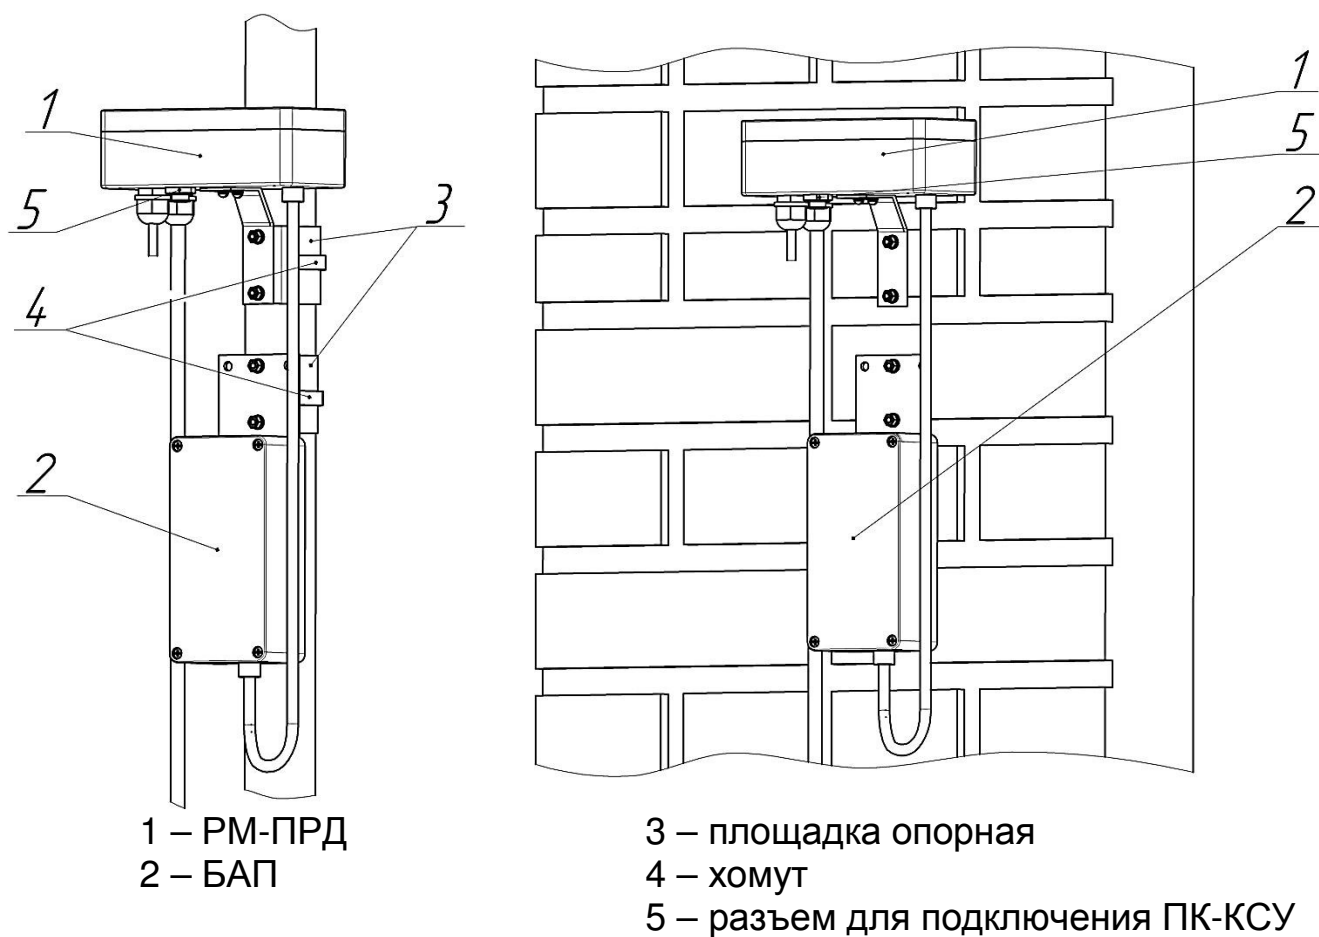

Рисунок 3 – Крепление РМ-ПРД
1.20.4 Крепление РМ-ПРД и БАП на круглой опоре диаметром от 50 до 90 мм производится при помощи хомутов, входящих в комплект поставки (рисунок 3).
1.20.5 Крепление РМ-ПРД и БАП на плоской поверхности производится при помощи дюбелей и шурупов, входящих в комплект поставки (рисунок 3).